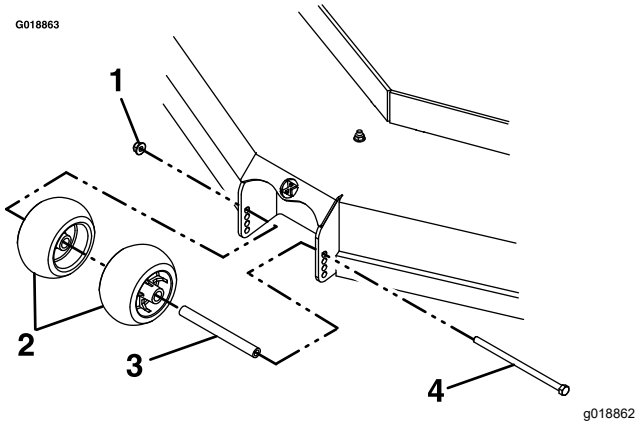

Figure 29
- Après avoir réglé la hauteur de coupe, réglez les galets anti-scalp en retirant les fixations (Figure 29).
- Serrez le contre-écrou (3/8 po) à un couple de 41 à 47 N·m (30 à 35 pi-lb), comme montré à la Figure 29.